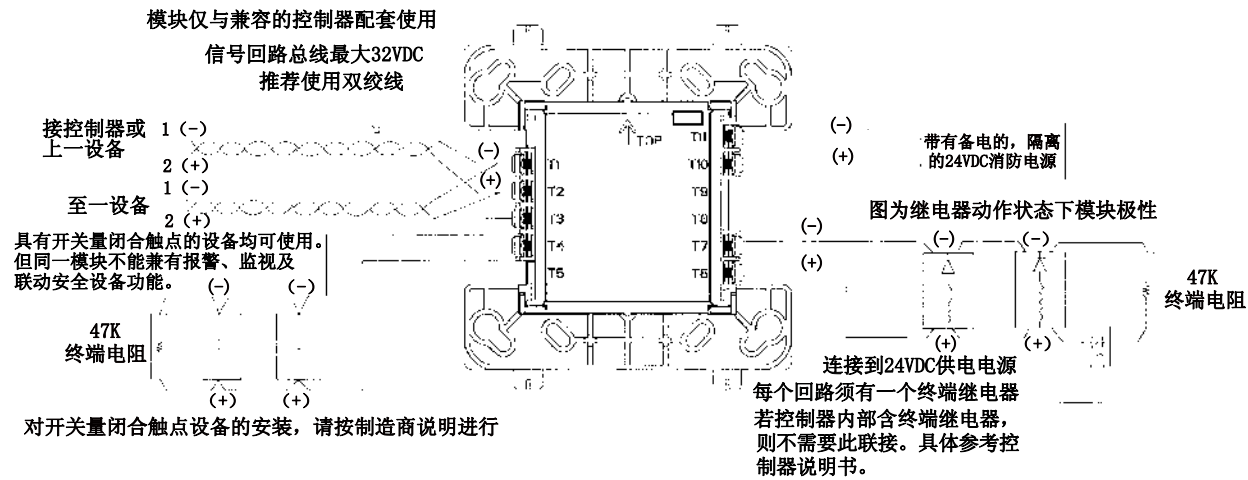

图3、CMX-8JD输入输出模块接线图
- 模块的接线必须按设计图纸或图3接线；并注意说明。
如图3右半部分所示，被控制设备内部必须接有二极管。若无，须在外部串接相应的整流二极管。